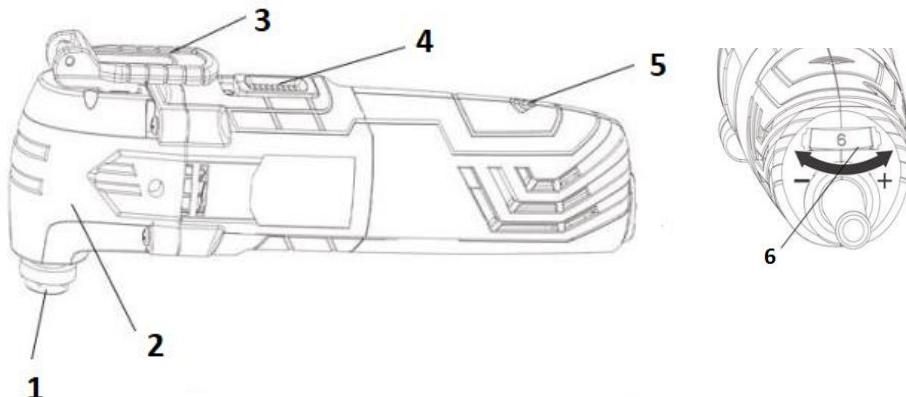

Рисунок 1
2.2.1 Конструкція виробу складається з редуктора в металевому корпусі (2), який приєднаний до пластикового несучого корпусу з колекторним двигуном змінного 1-фазного струму, перемикачем (4), мережевим шнуром живлення згідно з рис.1. Вихідний вал редуктора розташований перпендикулярно осі двигуна і є робочим шпинделем для приєднання змінних насадок (1) з фіксацією затискою гайкою. На металевому корпусі (2) виконані нарізні монтажні отвори для встановлення передньої рукоятки. Електрична частина виробу складається з колекторного однофазного електродвигуна змінного струму, вимикача електроструму, індикатора живлення (5) з'єднувальних проводів і мережевого шнуря. Захист від ураження електричним струмом користувача у виробу відповідає класу II за ДСТУ EN 61140:2015.
- ✓ переведіть важіль (1, рис. 1) у робоче положення для зміни насадки (Рис 2.1);
- ✓ переведіть важіль (1) у робоче початкове положення (Рис 2.1, 2.4).